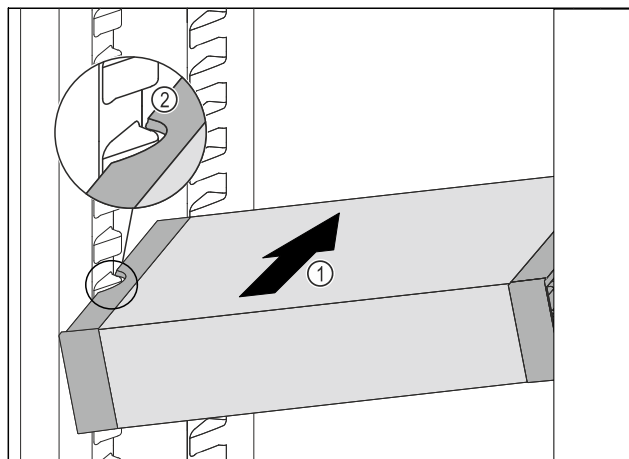

Fig. 99
- ▶ A VarioSafe fiókot ferdén tolja be a hűtőrészbe Fig. 99 (1) annyira, hogy a VarioSafe oldalsó kivágásai Fig. 99 (2) a hűtőrészben a tartóborda magasságában legyenek.